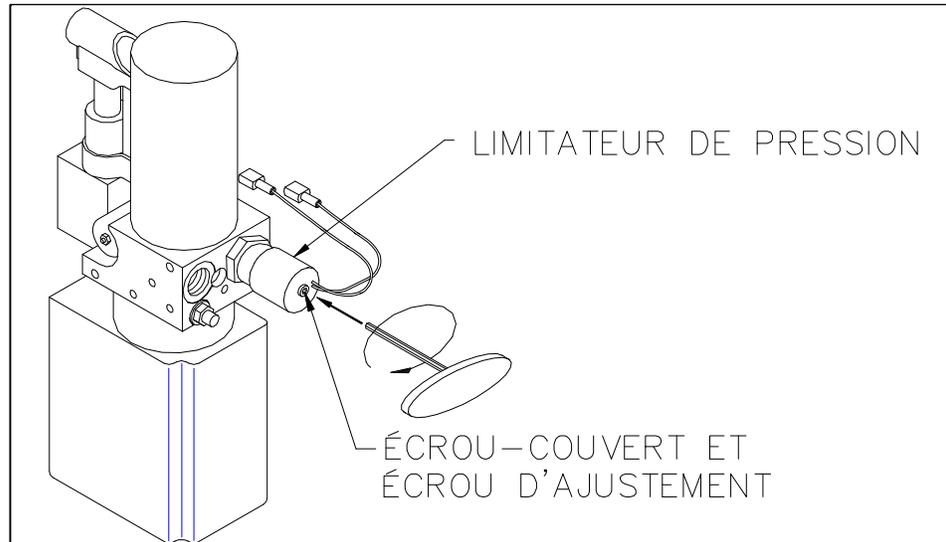

FIGURE 2-21: POMPE HYDRAULIQUE AVEC LIMITATEUR DE PRESSION
- c. Référez à la **Figure 2-21**. Enlevez la vis-capuchon à emprise hexagonale pour avoir accès à la vis d'ajustement. Conservez la vis-capuchon pour la réinstallation.